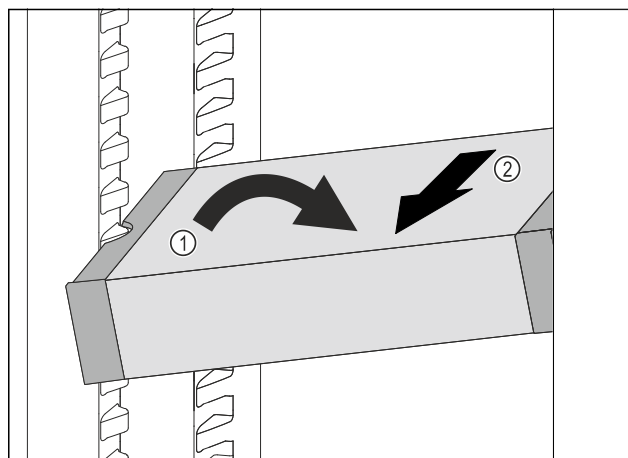

Fig. 123
- ▶ Incliner le VarioSafe dans la partie réfrigérateur. Fig. 123 (1)
- ▶ Sortir le tiroir VarioSafe par l'avant. Fig. 123 (2)